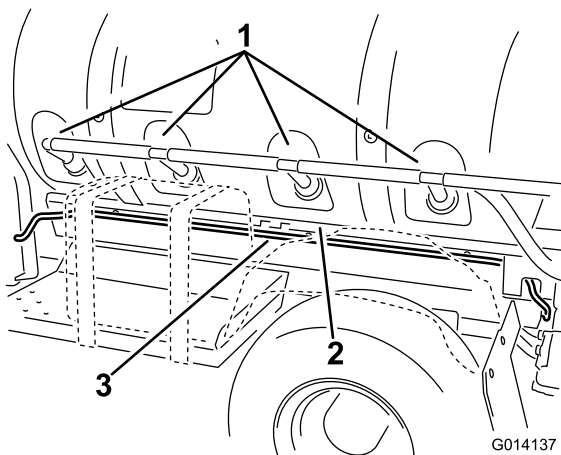

图15
2. 将线束沿药缸滑轨，以及搅拌端口下方向前布置，直到到电池盒（图15）。用三条塑料扎带将线束固定到机架上。